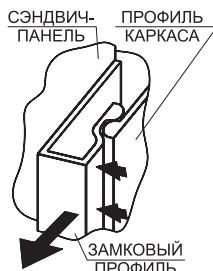

Рисунок 15
- Возможна перестановка теплообменника нагревателя (2) на любую сторону обслуживания.
- Для удобства монтажа и обслуживания в секциях можно демонтировать или переставить любую панель корпуса. Например, при самостоятельной смене стороны обслуживания, достаточно удалить, при помощи плоской отвёртки, по периметру несъёмной панели замковый профиль и вынуть панель наружу (рис.15). Установка на новое место производится в обратном порядке.